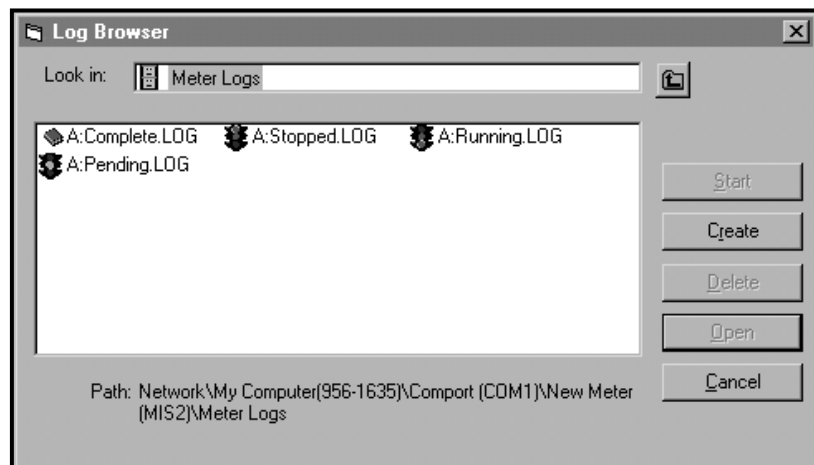

Figura 25: Janela Log Browser (Navegador de registros)
3. Clique duas vezes em PC Logs (Registros do PC) para acessar os registros do PC armazenados, ou no nome da porta de comunicação e no nome do medidor para acessar os registros do medidor armazenados. Em qualquer dos casos, o Log Browser (Navegador de registros) será semelhante à Figura 25 abaixo.